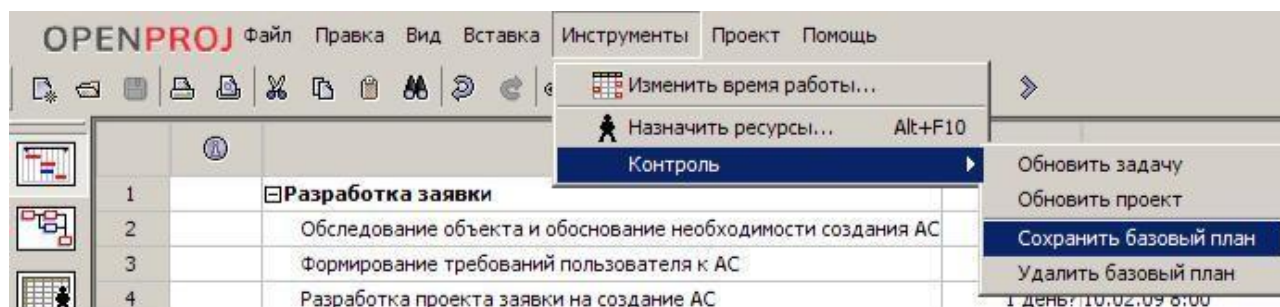

Рисунок 4 - Меню "Инструменты"
1. У меню Інструменти основного OpenProject відкрийте каскадне меню «Контроль» і в ньому Виберіть пункт «Зберегти базовий план» (Рисунок 4).